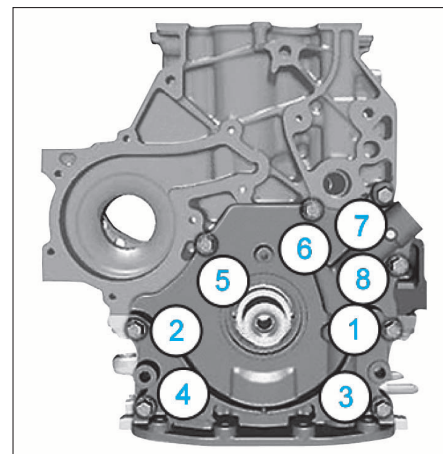

FIG. 31
- Serrer les huit vis de fixation de la pompe à 0,5 puis 0,9 daN.m dans l'ordre indiqué (Fig.31).